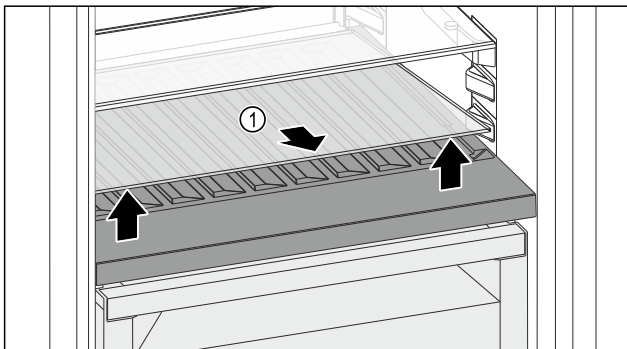

Fig. 177
- Soulever la plaque de verre Fig. 177 (1) au niveau de l'évidement avant et la retirer.
- Entreposer la plaque de verre Fig. 177 (1) dans un endroit sûr hors de l'appareil.
- Insérer la plaque de verre (2) sous le compartiment à bouteilles amovible.